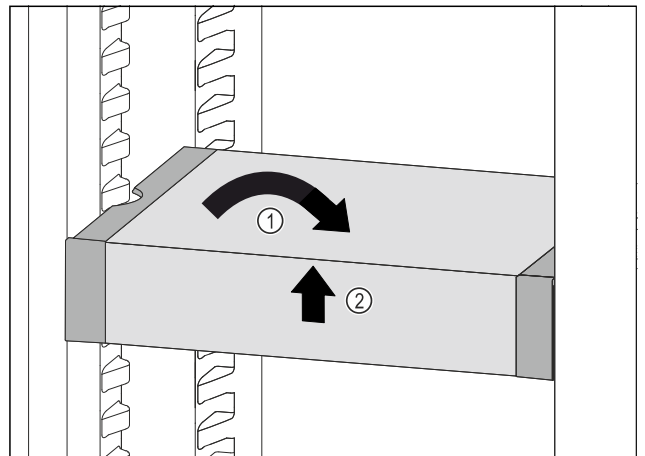

Fig. 48
- Collocare VarioSafe in maniera dritta. Fig. 48 (1)
- Sollevare VarioSafe dal lato anteriore. Fig. 48 (2)